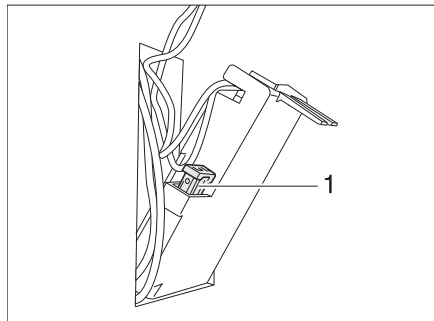

Fig. 241 Fusible del inodoro Thetford
- Cambiar el fusible (Fig. 241,1).